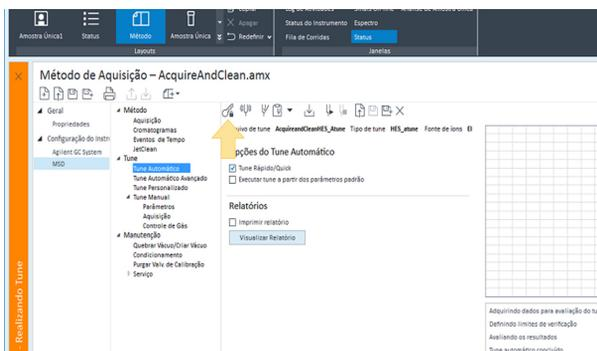

Figura 18 Seleção de Tune Automático
- a Selecione **Tune > Tune Automático** e, em seguida, clique em **Solicitar controle do tune** . O Arquivo de Tune associado ao Método atualmente carregado está carregado e o nome e o tipo estão exibidos. (Consulte Figura 18.)